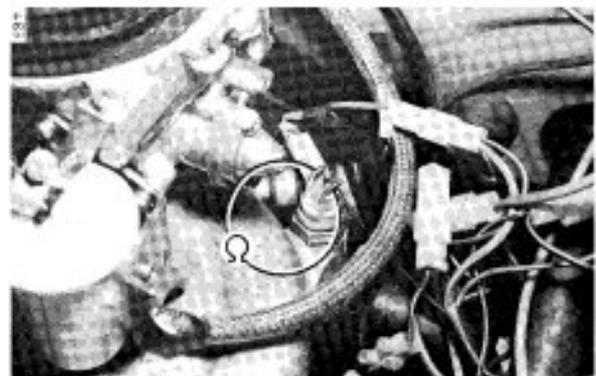

Bild 6 Beispiel Polo
3.3 Thermo- schalter für Ansaugrohrvorwärmer und Starterdeckelbeheizung (Bild 6)
Anmerkung: Bild 6 zeigt den Thermo- schalter im Polo. Beim Transporter befindet sich der Schalter am Kühlmittelrohr vom Wärmetauscher zum Ausgleichbehälter.